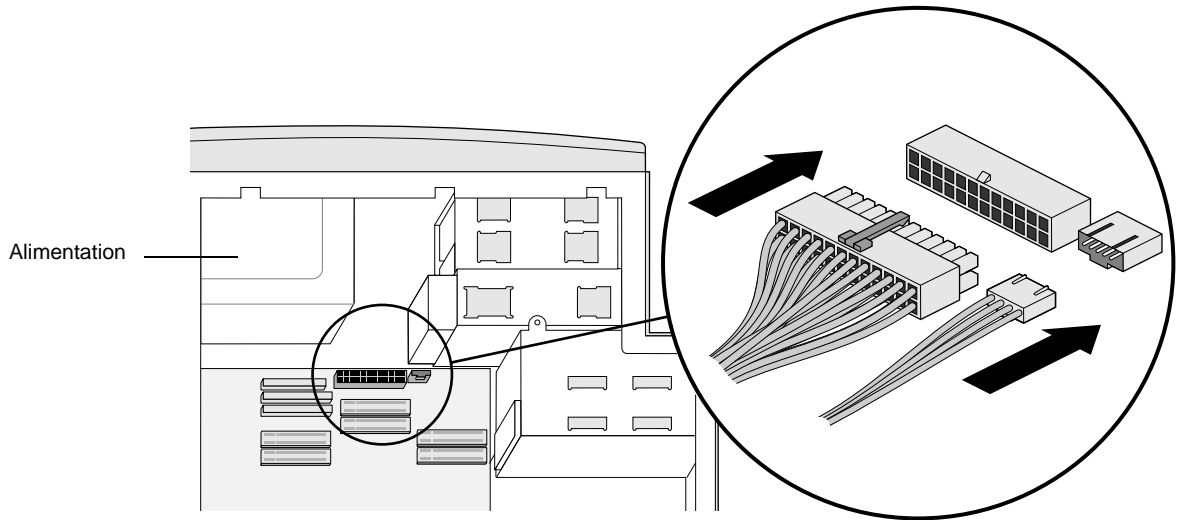

Figure 7-7 Connexion des câbles d'alimentation à la carte mère
6. Reconnectez les deux câbles à la carte mère, comme indiqué à la Figure 7-7. Les connecteurs de ces câbles sont situés sous le bloc d'alimentation et au-dessus du jeu de barrettes mémoire DIMM centrales.